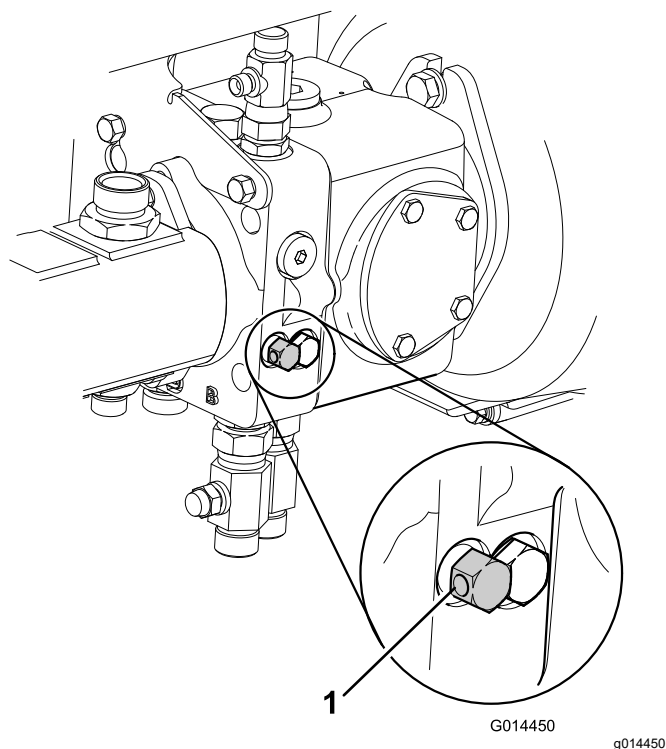

Figura 38
7. Disattivate il sistema frenante idraulico di servizio girando la valvola di bypass posta sotto la pompa della trasmissione in senso antiorario e per un massimo di tre giri (Figura 38).